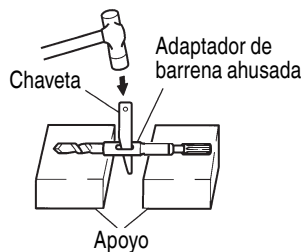

Fig. 11
- (2) Ponga en ON el interruptor de alimentación y perforo un agujero de base.
- (3) Después de eliminar el polvo con una jeringa, fije la clavija en la extremidad del anclaje e introduzca el anclaje con un martillo de mano.
- (4) Para extraer la broca con vástago cónico, inserte una chaveta en la ranura del adaptador del vástago cónico, coloque soportes debajo de ambos lados del adaptador del vástago cónico y golpee la chaveta con un martillo de mano. (Fig. 11)